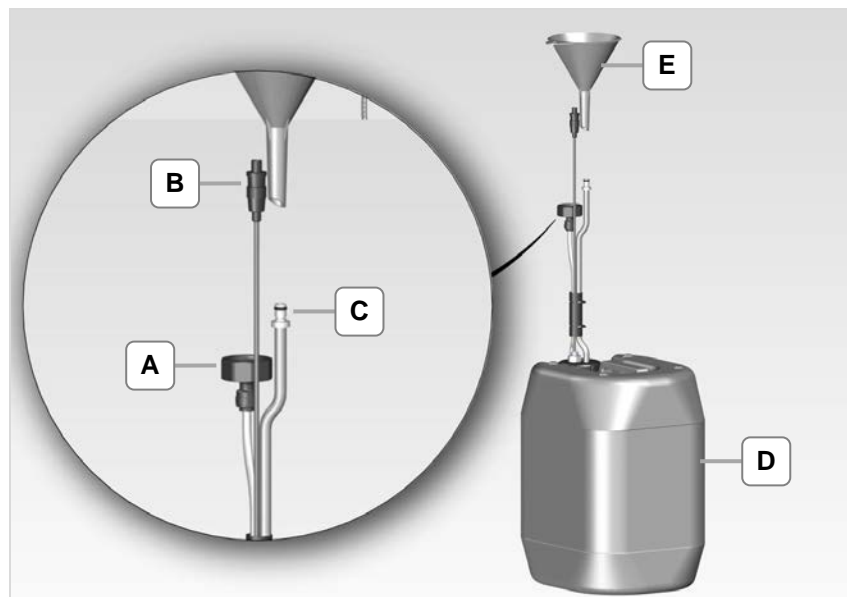
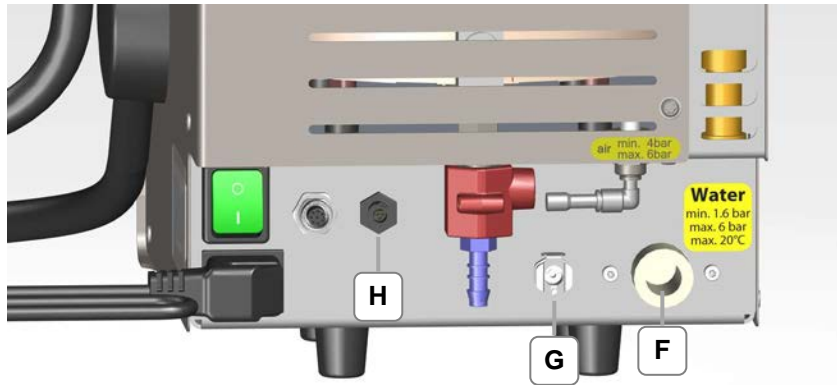
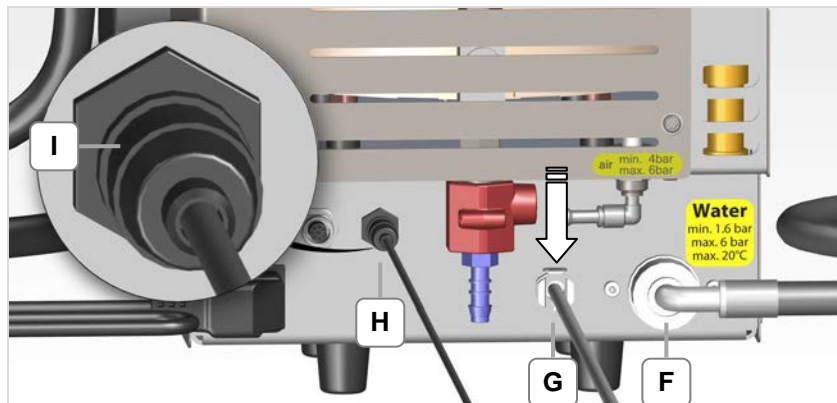
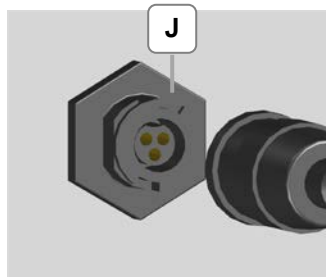

Imagen 4.5.1: Bidón con accesorio
Imagen 4.5.2: Conexiones bidón (parte posterior del aparato)
Imagen 4.5.3: Conexión del bidón enchufada
Imagen 4.5.4: Orientación del enchufe (J)
<p>¡Se está escapando agua!</p> <p>Si un aparato montado con recipiente se conecta a la red de agua, es preciso retirar la manguera de ventilación (Fig. 4.5.3-G).</p> <ul style="list-style-type: none"> • Retire la manguera de ventilación para que el recipiente no se desborde.
1. Enrosque la rosca de tornillo (imagen 4.5.1-A) del tubo de agua a la conexión de agua del aparato (imagen 4.5.2-F). Compruebe si la junta de la rosca de tornillo (imagen 4.5.1-A) está bien colocada.
2. Conecte la clavija de cable (imagen 4.5.1-B) de la supervisión de nivel a la conexión (imagen 4.5.2-H) y gire la cápsula delantera (imagen 4.5.3-I) hasta que encaje. Tenga en cuenta la orientación del enchufe (imagen 4.5.4-J).
3. Conecte la tubería de ventilación (imagen 4.5.1-C) a la conexión (imagen 4.5.2-G).
<p>¡Compruebe la fijación de la conexión al suministro de agua del bidón!</p> <ul style="list-style-type: none"> • Compruebe que hay una fijación correcta y segura de las conexiones. • Compruebe la impermeabilidad y el funcionamiento de las conexiones (imagen 4.4.1.3-E+F). • ¡Cuando conecte la tubería de ventilación, empuje la palanca de bloqueo (imagen 4.5.3-G) en el sentido de las flechas hacia abajo!